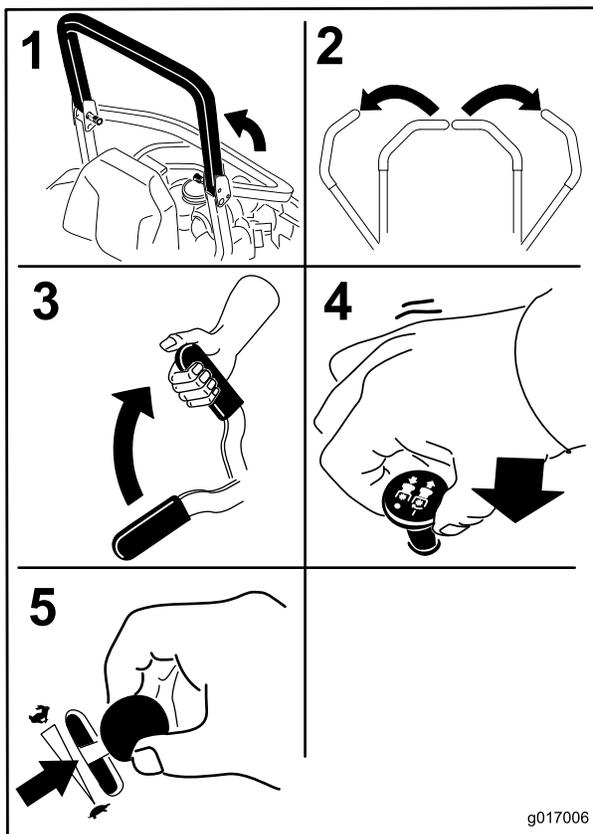

Figura 18
4. Spostate l'interruttore di comando delle lame (PDF) in posizione Off (Figura 18).